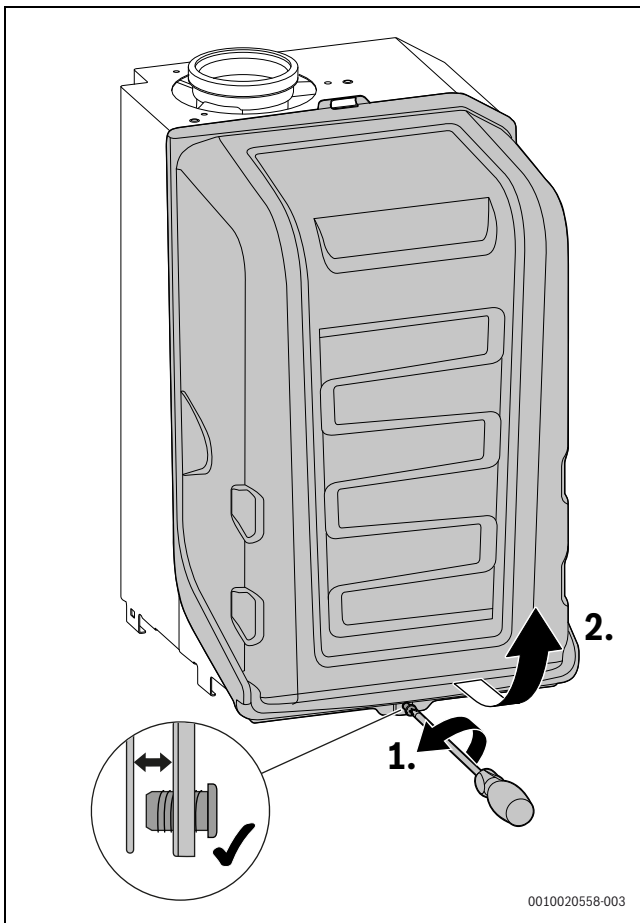

Bild 127 Brennerhaube abnehmen
- Brennerhaube abnehmen (→ Bild 127, Seite 72).